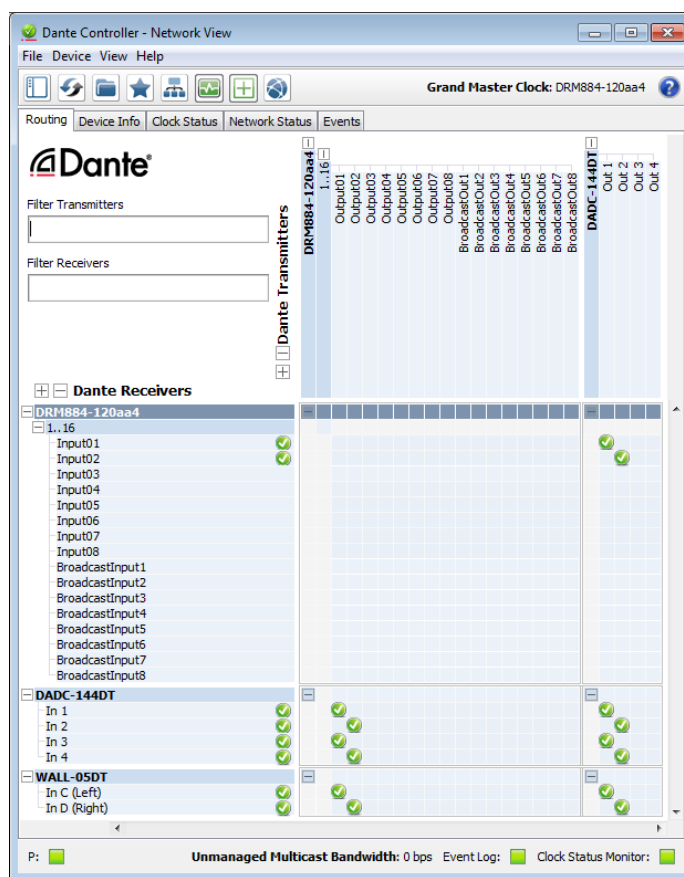

Abb. 10 Dante-Routing
- 1) Im „Network View“-Fenster unter „Routing“ die Sendekanäle des gewünschten Geräts unter „Dante Transmitters“ sowie die Empfangskanäle des gewünschten Verbindungspartners unter „Dante Receivers“ durch Klicken auf das  öffnen (siehe Abbildung 10).